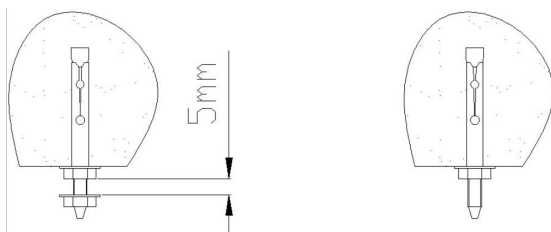

图 5
- 4、根据记好的孔位置，用冲击钻打出 4 个 $\phi 10 \times 80$ 的孔，将膨胀螺丝丝打入天花板，并用扳手拧紧螺丝。然后，将下端的螺母松出使垫片与上螺母的距离为 5mm 左右。并将另侧 2 个膨胀螺丝螺母及垫片都取下（如图 5 所示）。